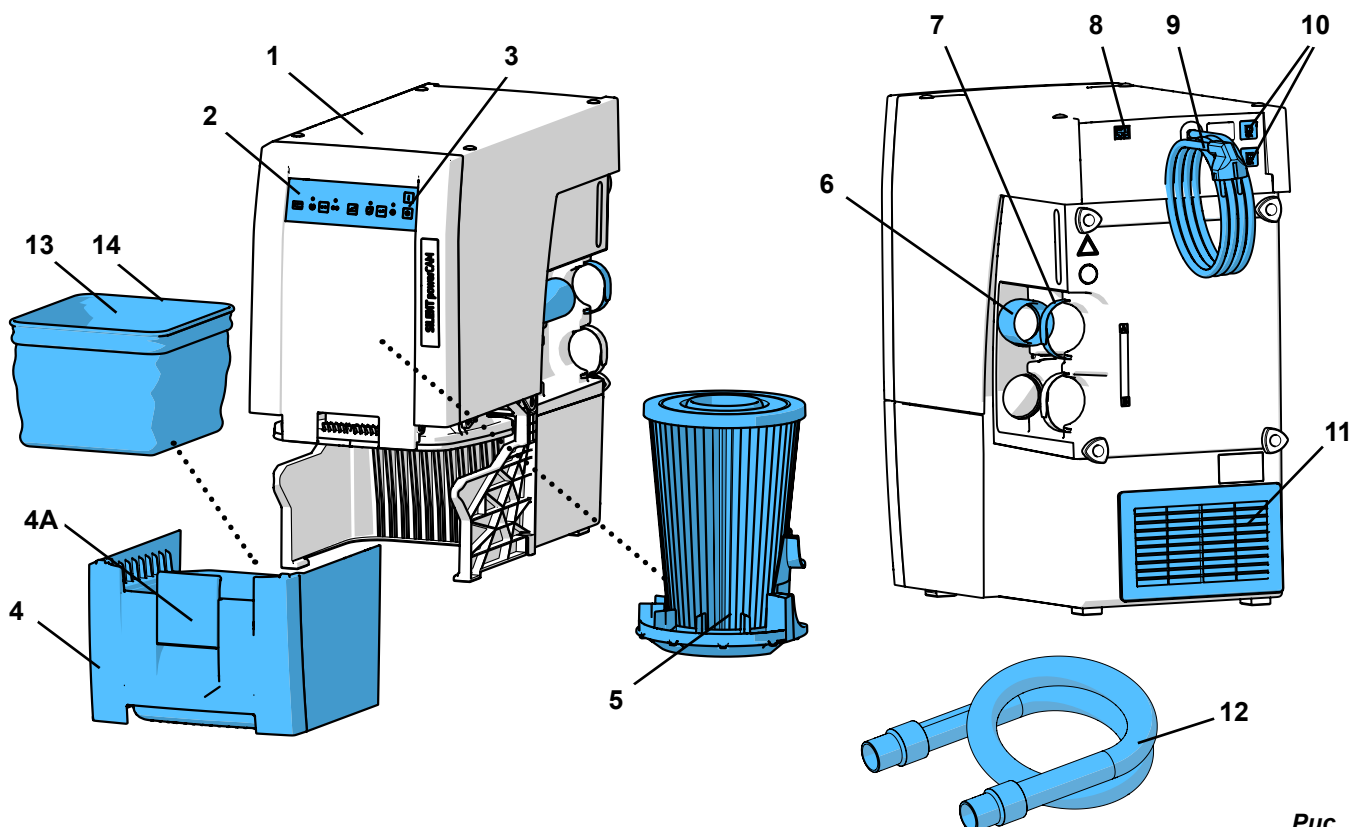

Рис. 1
- выходу отработанному воздуху 11, Рис. 1) ничего не препятствовало.
- Отверстие на задней стенке шкафа (В), мин. 250 x 120 мм, непосредственно напротив выхода отработанного воздуха (11, Рис. 1).
⇒ Шнур питания (9, Рис. 1) раскатать и штекер вставить в розетку электросети здания.